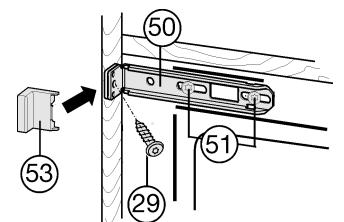

Fig. 16
- Desserrer un peu les vis Fig. 16 (51).
- Visser l'étrier supérieur Fig. 16 (50) à l'aide d'une vis à panneaux de particules Fig. 16 (29) Ø4x19 sur la paroi du meuble.
- Casser l'extrémité du cache Fig. 16 (53) qui dépasse.
- Bien serrer les vis Fig. 16 (51).
- Remettre le cache Fig. 16 (53).